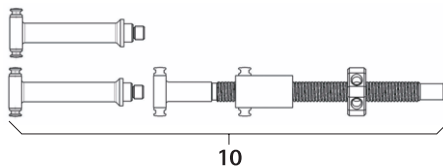

Abb. 15
- Spindeldistraktor **10** montieren, siehe Abb. 15.